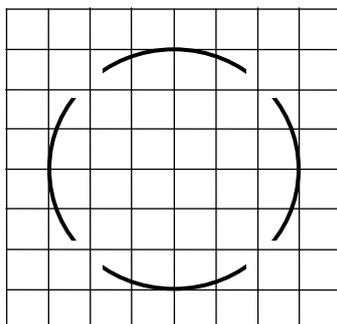

Рис. 6.
24. Определить частоту f исследуемого сигнала генератора, напряжением которого осуществляется круговая развертка. Напряжение генератора с образцовой частотой $f_0 = 1000$ Гц подано на модулятор яркости ЭЛТ. Осциллограмма, полученная на экране ЭЛТ, представлена на рис. 6.